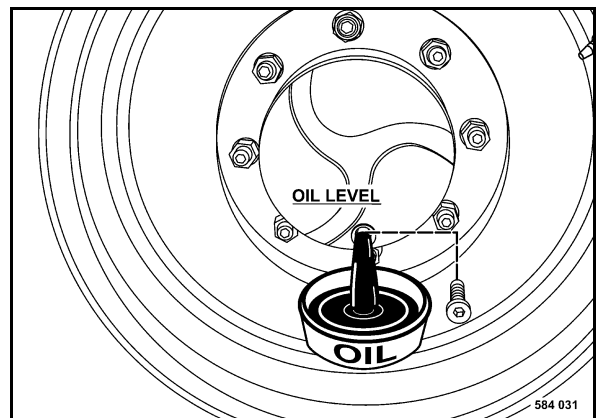

Fig. 169
- Colocar la rueda motriz de forma que el tapón de cierre (Fig. 169) se encuentra en el punto más abajo.